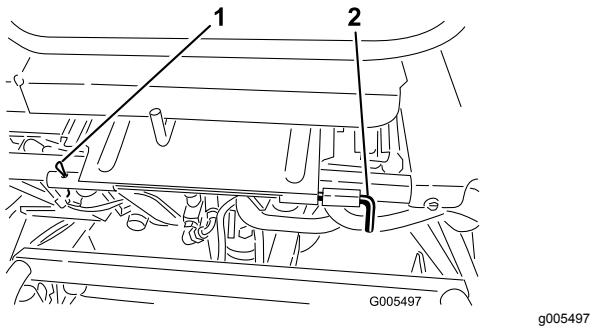

Bild 29
3. Klappen Sie den Sitz herunter und entfernen den Rollstift, mit dem die Sitzgelenkstange am Rahmen befestigt ist (Bild 29).